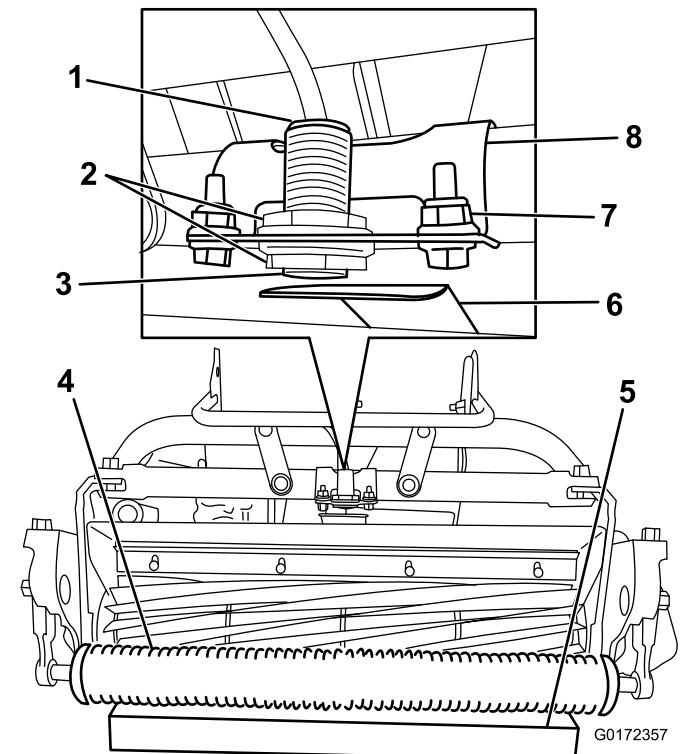

Figura 18
2. Allentate i controdadi sul sensore e regolatelo in modo che sia visibile un filetto dopo il controdado inferiore (Figura 18).
4. Posizionate un blocco da 3,8 cm sotto il rullo dell'apparato di taglio anteriore (Figura 18).
5. Allentate i fermi che fissano la staffa del sensore al telaio (Figura 18).
8. Ruotate la staffa del sensore verso la piastra di misurazione in modo che la luce sopra il sensore si accenda (Figura 18). Se era già accesa, allontanate dalla piastra di misurazione in modo che si spenga, quindi invertite la direzione finché non si riaccende.